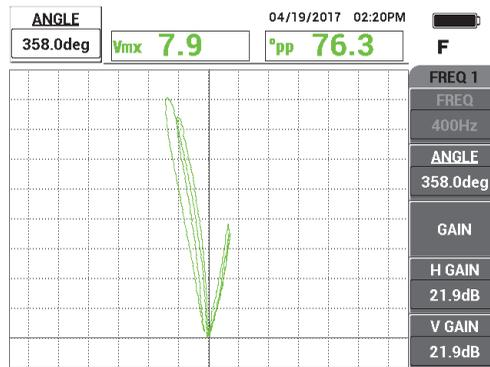

Figura 5-215 Ajuste de la ganancia y del ángulo
- Ajuste el parámetro **ANGLE** (ángulo) según lo requerido (vea la Figura 5-215 en la página 304).